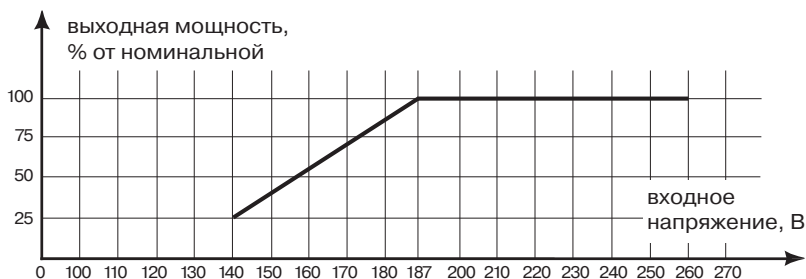

Рис. 7.
**Внимание!** При выборе стабилизатора необходимо учитывать, что при уменьшении входного напряжения увеличивается величина входного тока, следовательно, уменьшается и максимальная мощность автоматического регулятора напряжения! Эта зависимость схематически показана на графике (рис. 7).
• Нажмите кнопку ⑦. При включении стабилизатора засветится зеленый светодиодный индикатор «Working». На цифровом LED дислее ② высвечивается время до выдачи питания на подключенную нагрузку, при этом красный светодиод «Protecting» моргает. Время задержки выдачи питания на нагрузку, можно выбрать кнопкой «Delay» ⑥ на передней панели. По истечении времени паузы, выдается напряжение на выходную розетку(и), на LED дислее ② отображается выходное напряжение. Нажатием кнопки «I/O», выбирается отображение входного или выходного напряжения на LED индикаторе стабилизатора. При отображении входного напряжения индикация прерывистая.
• В случае перегрузки или короткого замыкания сработает предохранитель. После устранения причины перегрузки включите стабилизатор (для младших моделей, включите защитный предохранитель, нажатием на кнопку ⑩ на задней стенке).
• При напряжении на входе стабилизатора свыше 275 В или ниже  $140 \text{ В} \pm 3\%$  стабилизатор отключит нагрузку. При этом на LED дислее отображается «H» / «L» (высокое/низкое входное напряжение). На передней панели засветится индикатор ④ «Protecting».